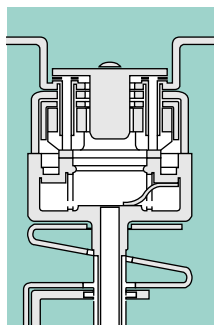

Abb. 1
- Zu Beginn der Öffnungsbewegung sind die Haupt- und die Lichtbogenkontakte geschlossen (Abb. 1).